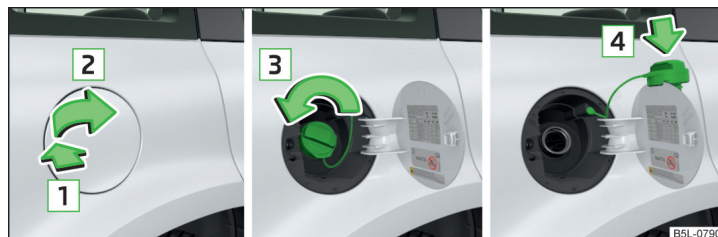

Fig. 155 Ouvrez la trappe du réservoir/Dévissez le bouchon du réservoir/Vissez le bouchon du réservoir dans la trappe
- Pour retirer le cache, appuyez dessus dans le sens de la flèche **1** et retirez-le dans le sens de la flèche **2** » fig. 155.